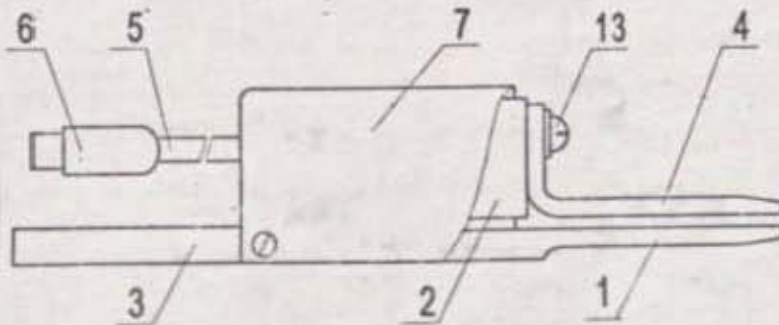

Рисунок 3.1 - Внешний вид устройства НИК - 901
4.1 Устройство (рисунок 3.1) состоит из блока индикации I и измерителя II, который устанавливается в блок индикации.
6.2 Подготовка к работе (см. рисунок 3.1).